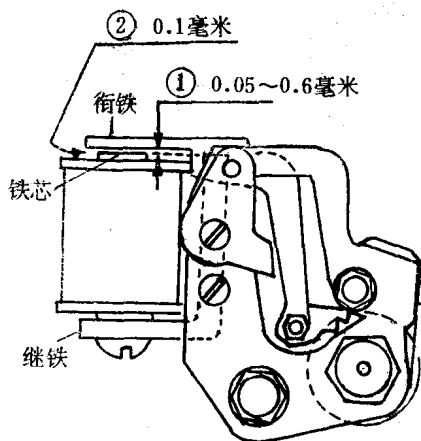

图 2
(4) 衔铁压向铁芯后，衔铁与继铁间应
有0.05~0.6毫米的间隙，如图2之①所示。
除0.1毫米厚薄规时，复查衔铁与铁芯间应有0.1毫米间隙，如图2中之②所示。